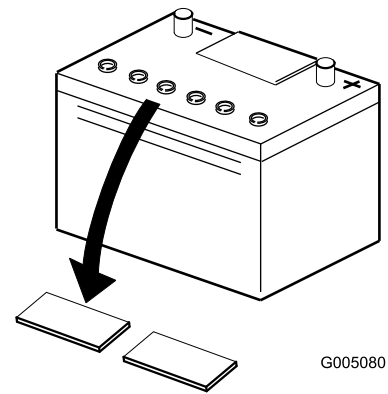

Bild 7
2. Reinigen Sie die Oberseite des Akkus und nehmen Sie die Entlüftungsdeckel ab (Bild 7).